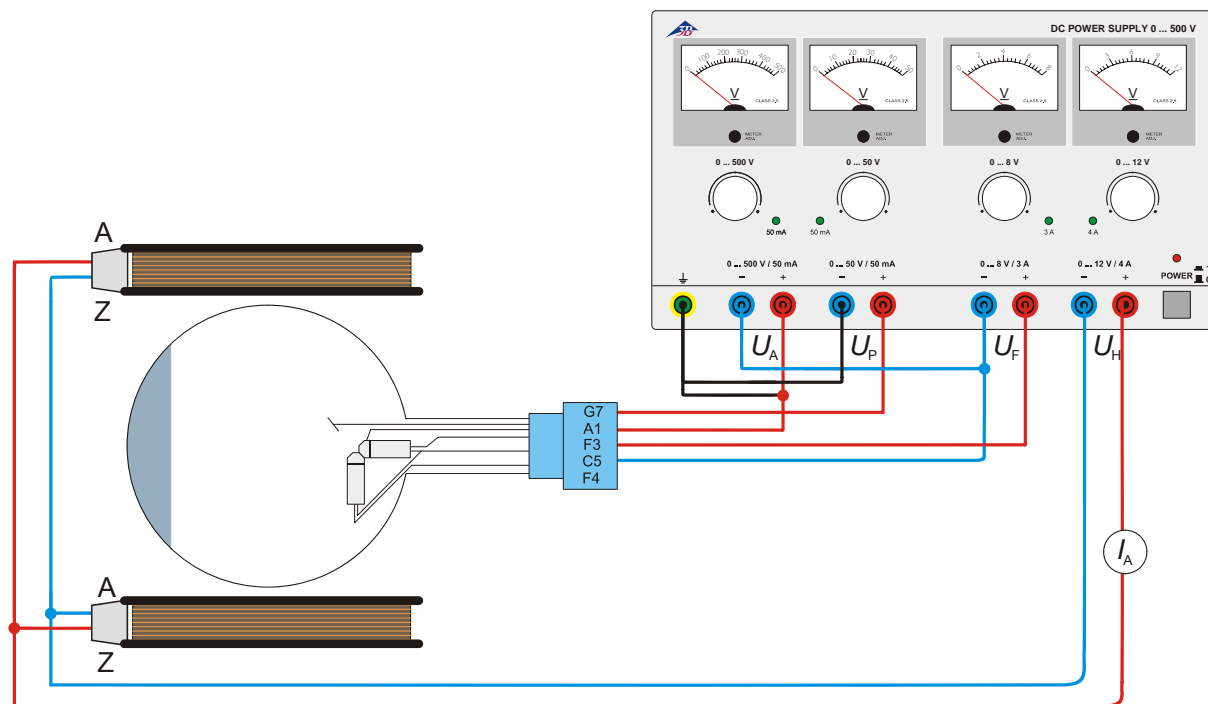

Fig. 3 Determinação de e/m por meio do canhão de elétrons axial
- Efetuar as conexões conforme a fig. 3.